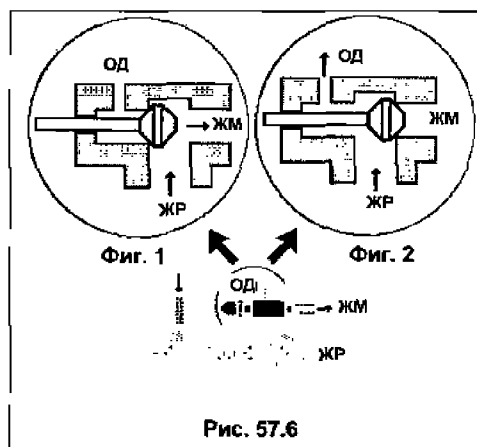

Рис. 57.6
#### **1) Выходной вентиль установлен горизонтально (см. рис. 57.6)**
**Фиг.3.** Шток вентиля до упора выведен назад, перекрывая магистраль отбора давления (ОД) и позволяя тем самым соединить вентиль со сливным баллоном. Одновременно жидкостный ресивер (ЖР) свободно сообщен с жидкостной магистралью (ЖМ). Отметим, что данная ситуация в точности повторяет представленную на фиг. 1 рис. 57.6.